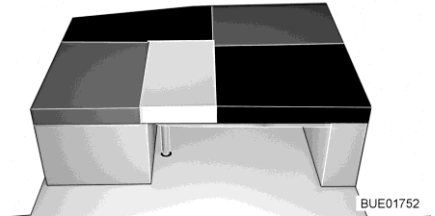

Bild 154 Efter ombyggnaden
- Lägg ryggdynan av sidosätet/sidosittbänken på bordet (mellan sittdyna av sidosätet/sidosittbänken och den extra dynan, se Bild 154).